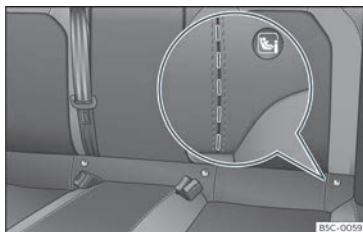

Fig. 31 Seient posterior: ranures encunyades per accedir a les anelles de subjecció ISOFIX/i-Size.
guns vehicles, les anelles van fixades a la carcassa del seient i en altres al terra posterior. Les anelles "ISOFIX" estan ubicades entre el respall i el coixí del seient posterior >>> **fig. 31**. Les anelles Top Tether estan situa-
- Procediu prèviament a l'obertura manual de l'encunyat situat darrere de les ranures marcades per accedir a les argolles de subjecció»» fig. 31.